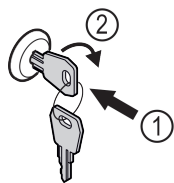

Fig. 126 Immagine a titolo di esempio
- Inserire la chiave Fig. 126 (1).
- Ruotare la chiave di 90° in senso orario Fig. 126 (2).